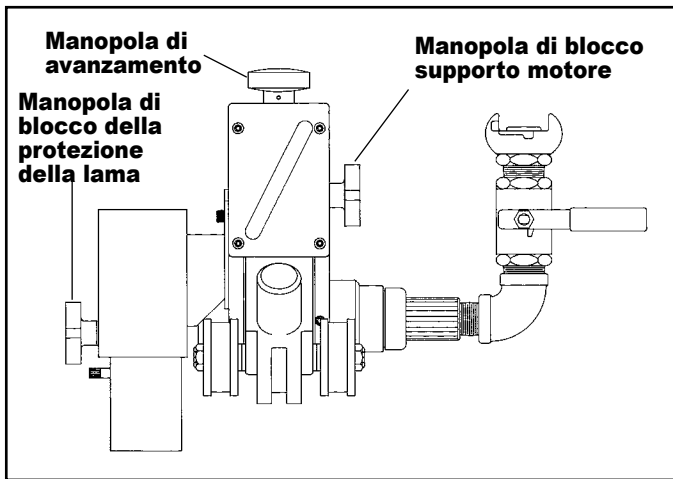

FIG. 4
1. Allentare la manopola di bloccaggio del supporto motore. (Fig. 4)
2. Arretrare il supporto motore fino alla posizione più alta ruotando la manopola di avanzamento in senso antiorario. (Fig. 4)
2. Ruotare la manopola di avanzamento della taglierina in senso orario. (Fig.4) Abbassare il motore e la taglierina fino ad avvicinarli al tubo, senza produrre un contatto. La manopola di blocco del supporto motore deve essere ben fissata, permettendo al contempo lo slittamento del supporto.
- 2.\* Conoscendo lo spessore del tubo da tagliare, ruotare la manopola di avanzamento in senso orario (Fig. 4) fino a quando l'indicatore segnala la profondità della taglierina desiderata. Lasciare almeno 1/4" della lama oltre la profondità di taglio.
\*A tutto ciò costituisce eccezione l'uso della fresa conica per la plastica, in quanto la taglierina resta impegnata fino a quando la fresa conica inizia a tagliare. A questo punto si potrebbe utilizzare l'indicatore del micrometro di profondità per determinare la quantità di smusso. Un impegno completo produce uno smusso pari a 15/16" (Fig. 4)
3. Stringere la manopola di bloccaggio del supporto motore. (Fig. 4)
4. Stringere la manopola di blocco della protezione lama per circa 1/8" dal tubo. (Fig. 4)